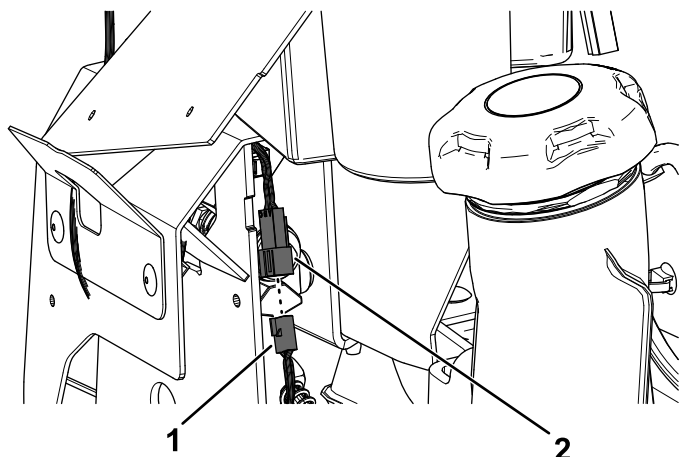

Figura 17
2. Collegate il connettore del cablaggio preassemblato del kit al connettore della nuova leva di controllo del movimento sinistra (Figura 17).